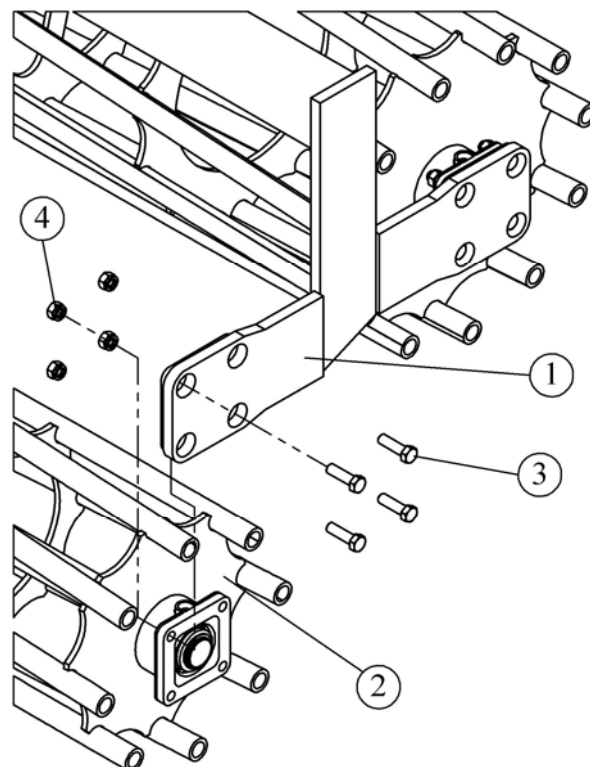

Рис. 4.4. Сборка блока катков.
4.6. Соберите блоки катков (см. рис. 4.4). Для этого установите малые катки (2) на балки (1) при помощи болтов М16х55 (3) с гайками и шайбами пружинными (4).